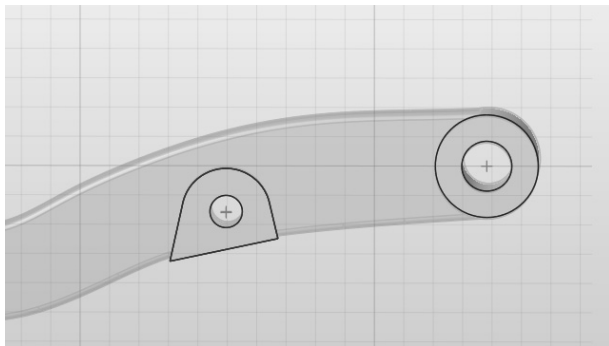

图 6-19
4) 被选中的主缸外边界应显示为黑色, 如图 6-19 所示。